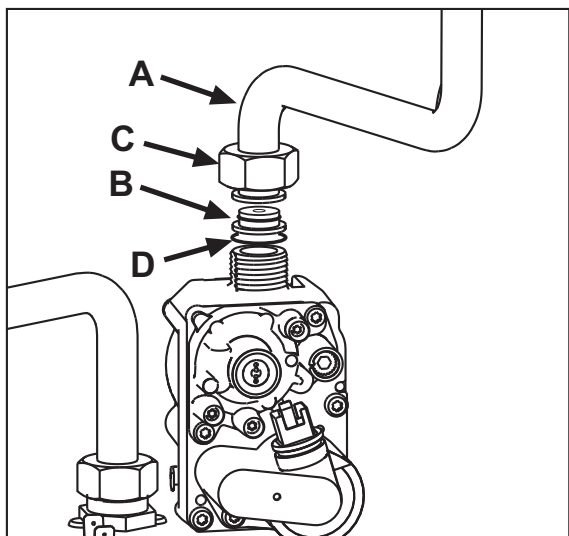

fig. 22
- 3. Desenrosque la tuerca C y desconecte el tubo A de la válvula del gas (fig. 22).
- 4. Reemplace el inyector B del tubo del gas por el que se incluye en el kit de transformación, interponiendo la junta D (fig. 22).